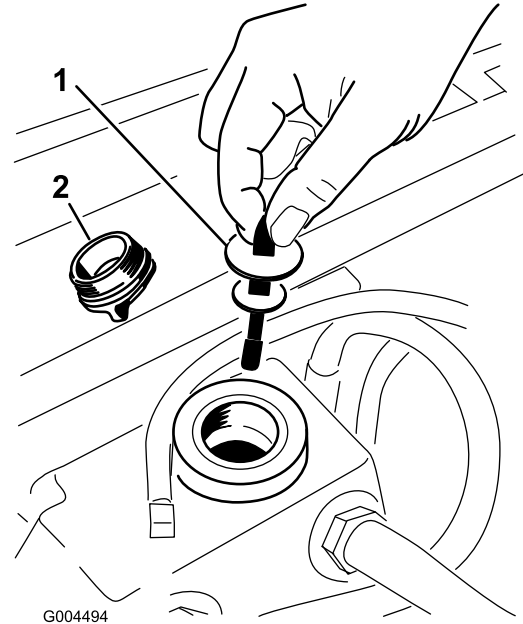

Figura 61
5. Retire el tapón de llenado de aceite hidráulico del cuello de llenado (Figura 61).
6. Retire la varilla y límpiela con un paño limpio (Figura 61).
7. Inserte la varilla en el cuello de llenado; luego retírela y compruebe el nivel del fluido (Figura 61).